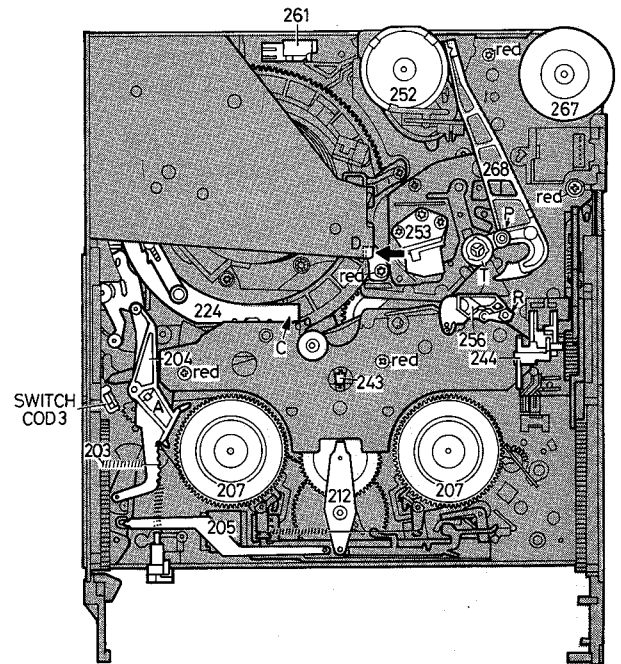

Fig. 3-1-8
- Feder aushängen - Pos. 203 (Abb. 3-1-8)
- Halb einfädeln C, (Abb. 3-1-8) Print P550 ausbauen. Stecker von Löschkopf und Print P678 abstecken.
- Die Oberplattenbefestigungsschrauben (rot) losschrauben. 4 x Plastite-Schrauben, 1 x Taptite-Schrauben (Abb. 3-1-8).